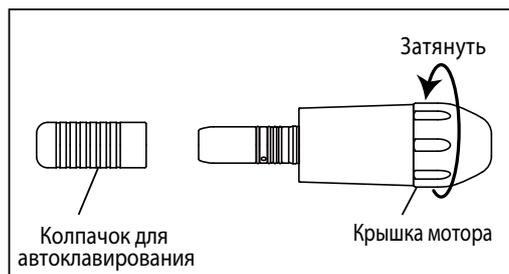

Рис.10
- 4) Прикрутите крышку на мотор, наденьте колпачок для автоклавирования. (Рис.10)